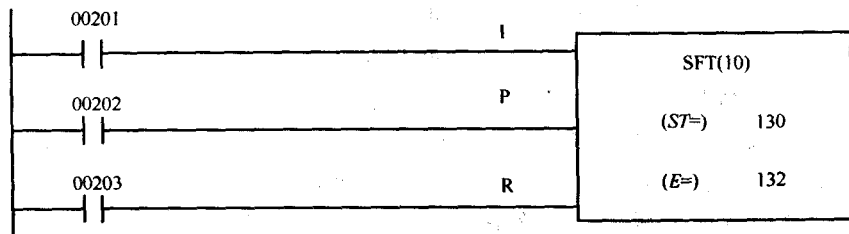

图 7-3 程序中的 CQM1 移位寄存器指令
1) 寄存器移位指令 SFT(10)，如图 7-3 中所示。有两个参数，第一个参数是地址的起始字（St），（图中的 IR 130），第二个参数是地址的终止字（E），（图中的 IR 132）。因此该指令可以使输出字 130、131、132 中的 48 位数值同时移位，SFT(10) 指令编程时最多可以有三个布尔逻辑控制输入。当控制逻辑在脉冲（P）输入由假变为真时，移位寄存器中所有的位（从起始字到终止字）向着最高地址的最高位移动一位（字 IR132 的第 15 位），移位寄存器的最高位丢失（字 IR132 的第 15 位），输入位（I）的控制逻辑的状态位（1 为真，0 为假）移入最低字的最低位（字 IR130 的 0 位）。如果重启（R）输入的控制逻辑为真，则移位寄存器的所有位均重置为 0，且直到控制逻辑再次变为假，才继续允许移位操作。SFT(10) 指令并无微分形式（即不允许加前缀@），因为每次脉冲逻辑由假变为真时它只执行一次。